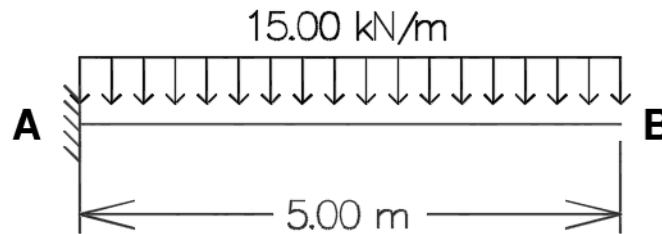

Figura 1 – Estrutura de viga em balanço.
27) A viga apresentada na Figura 1 possui 5 metros de comprimento, está solicitada de acordo com o carregamento indicado e é engastada na extremidade A e livre na B.